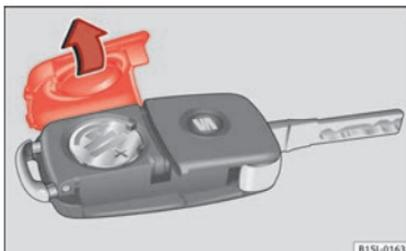

Fig. 99 Chave do veículo: tampa do compartimento da pilha.
- Retire a tampa da parte traseira da chave do veículo »» Fig. 99 na direção da seta »» ❶.
- Coloque a tampa na carcaça da chave do veículo, pressionando-a tal como se mostra »» Fig. 99, no sentido contrário ao da seta, até que encaixe.
❶ CUIDADO